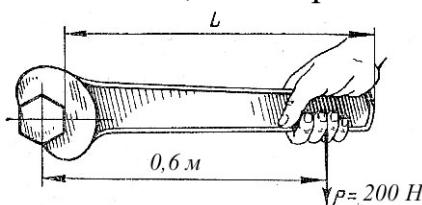

Рисунок 1 - Затяжки гайки односторонним ключом
**Задача 1.** Для затяжки гайки односторонним ключом (рис. 1) приложено усилие, равное 200 Н, на расстоянии 0,6 м. Определить момент силы.